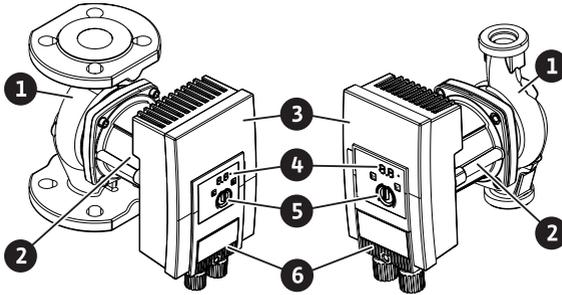

Fig. 1: 水泵概览
- 如有必要，请使用具有足够承载能力的升降装置（Fig. 1）。
电机外壳上有一个控制模块（Fig. 1序号3），其用于控制水泵并提供一个SSM接口。根据选定的应用或控制功能对转速或压差进行控制。水泵通过压差控制器的调节功能，不断适应系统不断变化的功率需求。